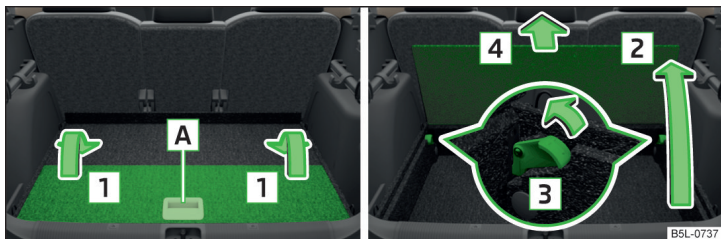

Fig. 111 Plierea/Extragerea suprafeței de încărcare variabile
- › Pentru **scoatere**, prindeți podeaua variabilă de mânerul **A** și pliați-o în sensul săgeții **1** » fig. 111.